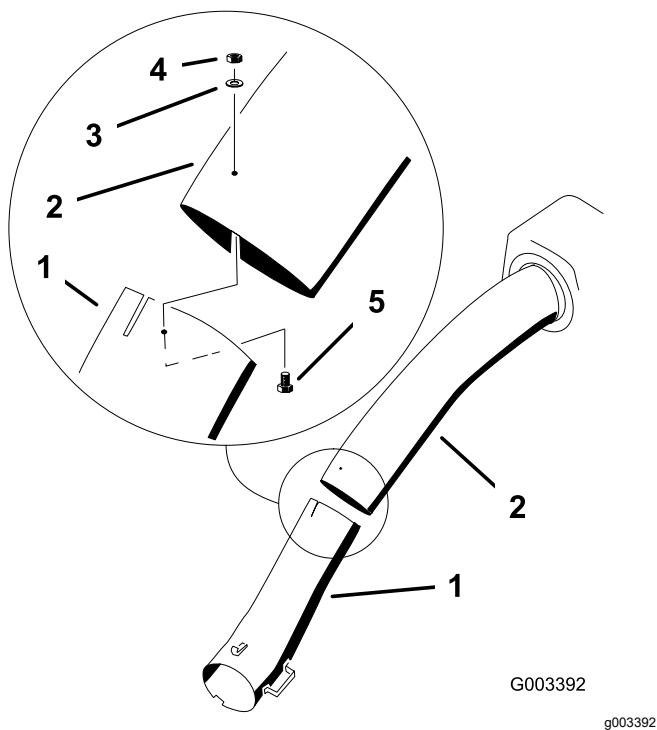

Figure 37
11. Réunissez les tubes supérieur et inférieur avec 3 boulons (n° 10 x 3/4"), rondelles plates et contre-écrous, comme montré à la Figure 37.